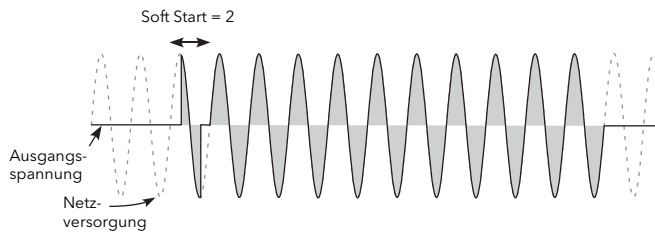

Abbildung 6.13c Soft Start Beispiel
- Soft Start Nur für Impulsgruppenbetrieb. Dies ist die Soft Start Dauer in Netzperioden, die eine Phasenanschnitttrampe am Beginn jeder Periode anwendet (**Abbildung 6.13c**).